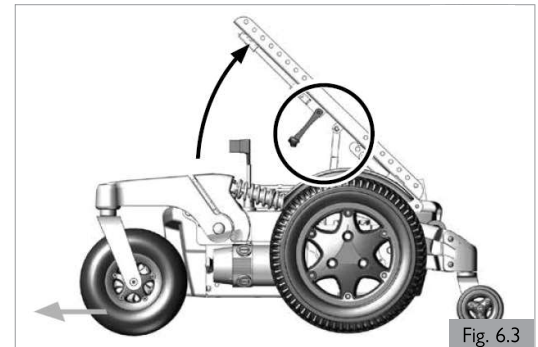

Fig. 6.3
2. Voltee con cuidado el cuadro del asiento hacia atrás (Fig. 6.3).
3. Verifique que el asiento esté asegurado con la varilla de seguridad colocada en su lugar, antes de soltarlo (Fig. 6.3).